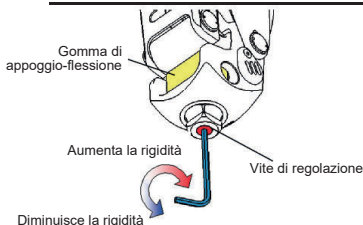

Fig. 9 Come regolare la rigidità di appoggio-flessione
- Regolare la vite di regolazione mostrata nella Fig. 9 con una chiave esagonale da 3 mm.